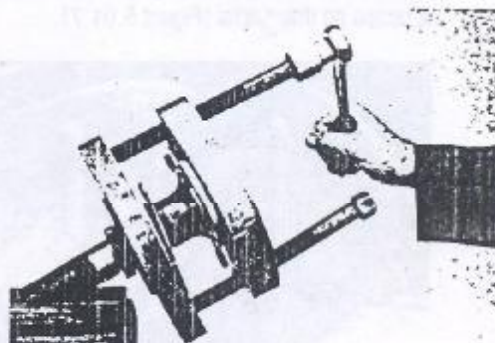

Figura 5.01.5 - Remoção do rolamento
5. Remover o rolamento da semi-árvore, utilizando-se da ferramenta G.5.01.06A (Figura 5.01.5)
1. Posicionar o feixe de molas sobre o suporte do eixo traseiro, observando cuidados no sentido de que o pino central encaixe corretamente no orifício guia do suporte do eixo traseiro (Figura 5.01.5).